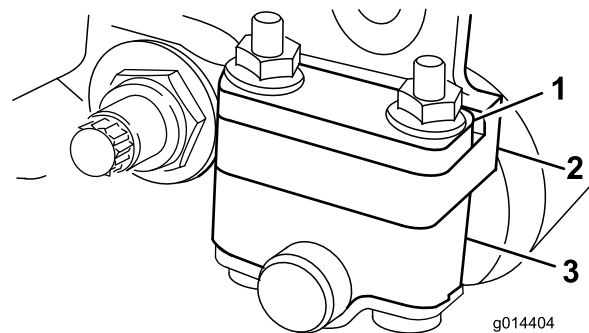
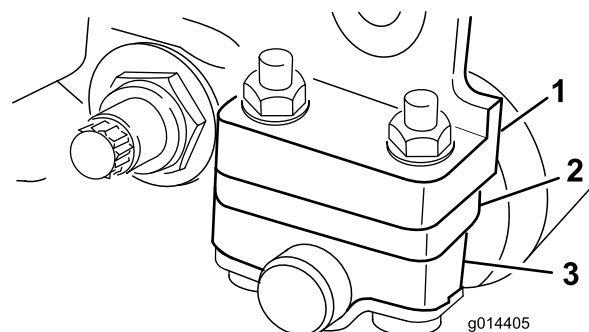

Figura 6
Figura 7
Collocate il distanziale sotto la flangia di montaggio della piastra laterale se l'altezza di taglio è compresa tra 3 mm e 25 mm (Figura 7).
1. Regolate le staffe del rullo posteriore (Figura 6 o Figura 7) in posizione bassa o alta in funzione dell'intervallo in cui rientra l'altezza di taglio desiderata.
Con un range di altezze di taglio da 1,6 a 6 mm collocate il distanziale sopra la flangia di montaggio della piastra laterale (impostata in fabbrica) (Figura 6).